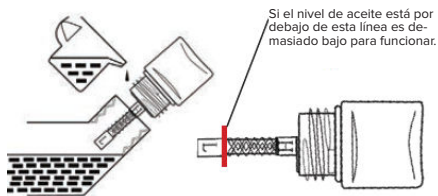

Figura 19 - Comprobación del nivel de aceite
7. Nivel de aceite aceptable - El aceite es visible entre las líneas H y L del tapón de llenado/varilla de nivel de aceite (véase la figura 19).
8. Continúe añadiendo aceite hasta que el nivel sea el correcto. Consulte la Figura 19.